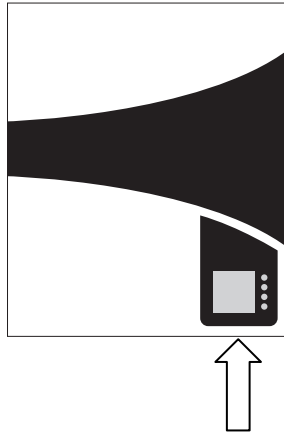

Fig. 15 Posizione del connettore DB-9
La porta seriale RS-232 consente il collegamento di un singolo inverter AURORA ad un Personal Computer (PC) mediante un cavo seriale a 9 poli disponibile commercialmente. Il connettore seriale è di tipo DB-9 femmina ed è collocato sul fondo dell'unità in corrispondenza del display (vedi Fig. 15).